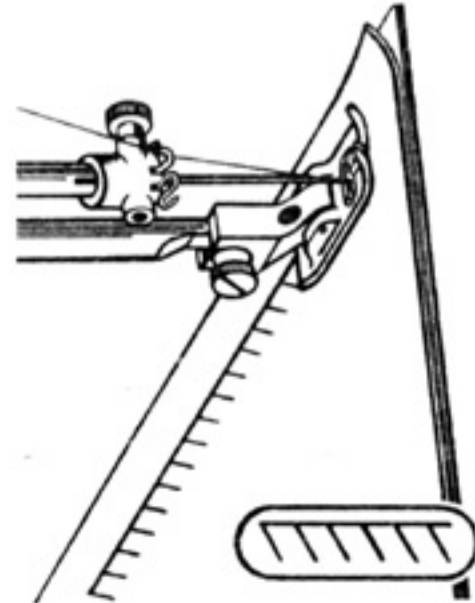

Рис. 67
45. Стабильная строчка (рис. 67)